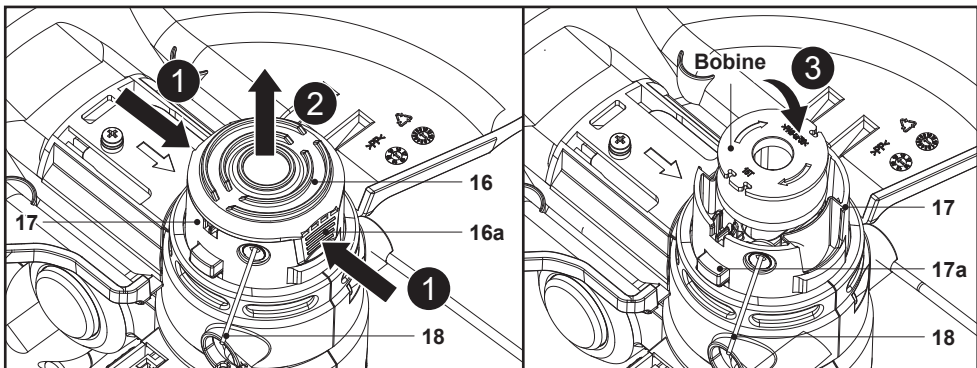
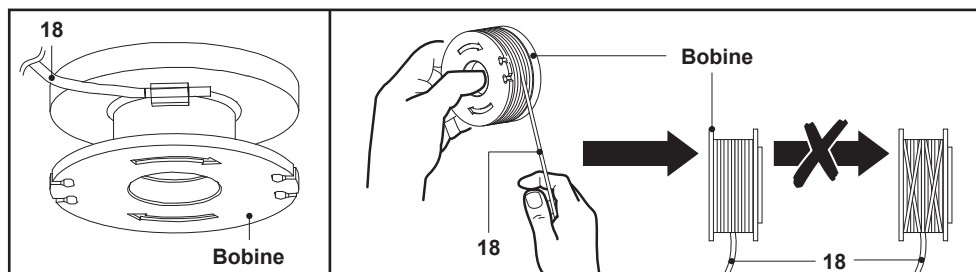

Fig. 10
Fig. 11
1. Retirer la batterie (19).
2. Ouvrir le carter de bobine (17) : appuyer simultanément sur les deux boutons de déverrouillage (16a) du couvercle de bobine (16) (Fig. 10). Il est possible d'utiliser un outil (par ex. un tournevis) pour soulever le couvercle de bobine.
3. Retirer le couvercle de bobine (16) (Fig. 10).
5. Faire passer l'extrémité du fil de coupe (18) de la nouvelle bobine dans la fente du carter de bobine (17). Laisser environ 15 cm de fil de coupe dépasser du carter de bobine.
6. Insérer la nouvelle bobine dans le carter de bobine (17) (Fig. 10).
7. Replacer le couvercle de bobine (16) sur le carter de bobine (17). S'assurer que les boutons de déverrouillage du couvercle de bobine (16a) s'enclenchent dans les encoches du carter de bobine.
5. Mettre au rebut l'ensemble du fil de coupe restant (18) de la bobine.
6. Nettoyer le carter de bobine (17) et la bobine.
7. Couper un nouveau fil de coupe (18) de 4m de long et de 1,6 mm de diamètre.
8. Faire passer une extrémité du nouveau fil de coupe (18) dans le petit œillet de la bobine en respectant le sens des flèches (Fig. 11).
9. Enrouler fermement l'ensemble du fil de coupe (18) autour de la bobine en suivant le sens des flèches visibles sur la bobine (Fig. 11).